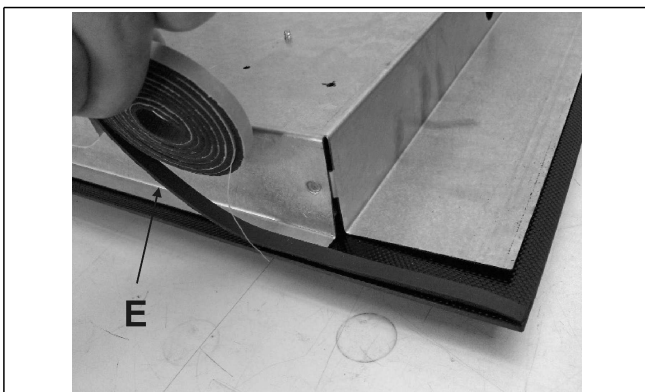

FIG. 8
- Vuelque la placa de cocción y coloque correctamente el lado adhesivo de la junta "E" (fig. 8) debajo del borde de la misma de manera que el lado externo de la junta coincida perfectamente con el borde perimétrico externo del cristal. Los extremos de las tiras deben encajar sin solaparse.